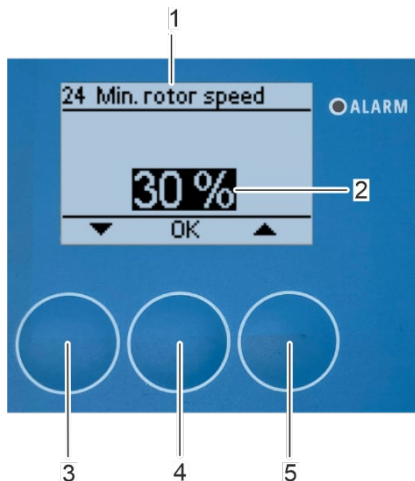

Abbildung 132: Einstellung der minimalen Rotorgeschwindigkeit
⇒ Das Untermenü „24 minimale Rotorgeschwindigkeit“ erscheint auf dem Bildschirm (Abbildung 132/1).
3. Wählen Sie die bevorzugte minimale Rotorgeschwindigkeit (Abbildung 132/2) mit den Pfeiltasten [nach oben] (Abbildung 132/2) und [nach unten] (Abbildung 132/3) aus.
4. Bestätigen Sie die Auswahl mit [OK] (Abbildung 132/4).